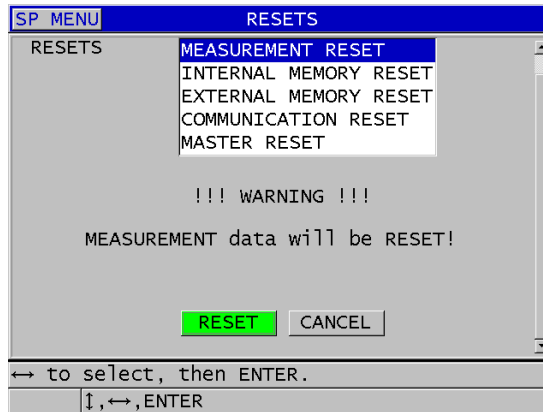

Figura 15-1 Ativar função restaurar
3. Na tela **RESETS** (REDEFINIÇÕES) (consulte Figura 15-1 na página 301):